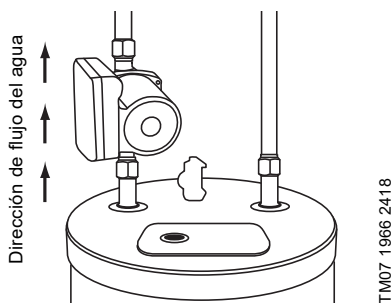

Fig. 2 Instalación de la bomba en la salida del calentador de agua
4. Instale la bomba en la salida del calentador de agua, usando la conexión hembra de 3/4" y la junta suministradas con la bomba. Asegúrese de que el eje de la bomba esté en posición horizontal. Instale la bomba de tal forma que bombee el agua hacia la vivienda, en sentido opuesto al de la posición del calentador de agua. Fijese en la flecha indicadora del sentido de flujo marcada en la carcasa de la bomba. Asegúrese de que la bomba no entre en contacto con la tubería de escape (chimenea) del calentador de agua a gas o aceite. Consulte la fig. 2.